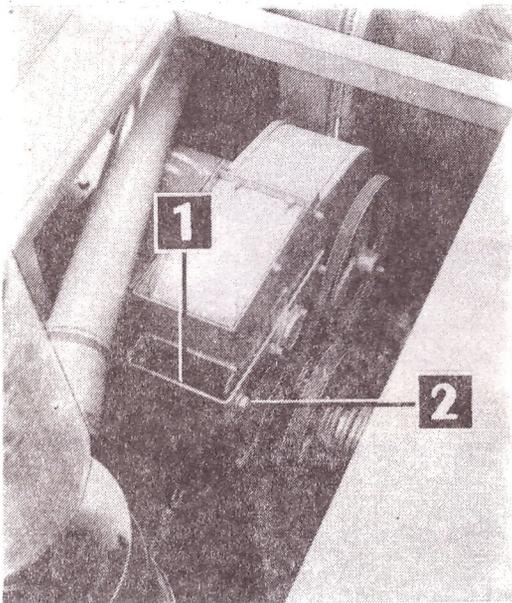

FIG. 47
- Vérifier périodiquement la tension et éventuellement la régler en déplaçant le support (1, fig.47) de l'arbre supérieur de l'élévateur après avoir dévissé les vis (2) ; vérifier à travers la trappe de visite que la chaîne peut se déplacer transversalement sur le pignon.